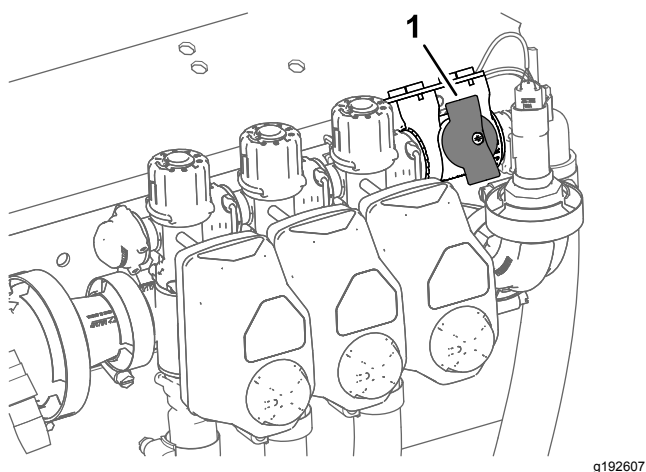

Figure 28
2. Tournez la vanne de coupure de dérivation de section à la position fermée (Figure 28).